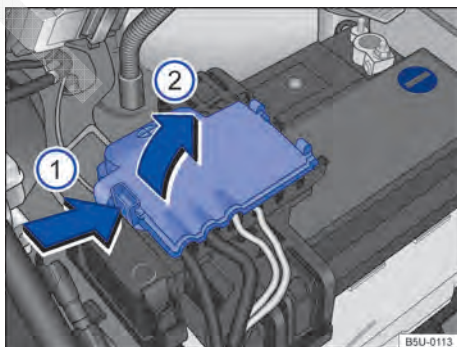

Fig. 212 Compartimento do motor: acesso ao terminal positivo da bateria.
- Abrir a cobertura do polo positivo. Para abrir pressionar a trava no sentido da seta → Fig. 212 (1), rebater a cobertura para o lado no sentido da seta (2).